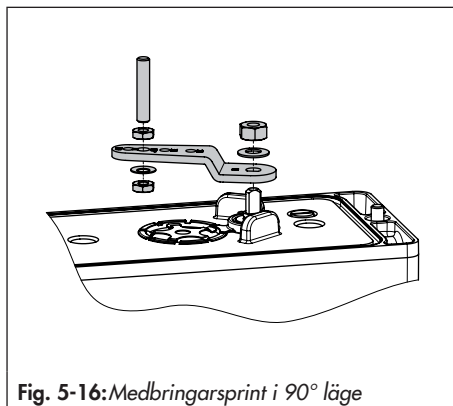

Fig. 5-16: Medbringarsprint i 90° läge
2. Fäst adapterblocket (1) på ställdonets NAMUR-gränssnitt med de fyra fästskruvarna (2).
3. Montera mebringarhjulet (3) på ställdonets axel. Använd den passande axeladaptern (se Tab. 5-9 på sidan 5-43).
4. Placera adapterfästet (4) på adapterblocket (1) och fäst det med fästskruvarna (5).
5. Sätt in och fäst medbringarsprinten i 90° läge på lägesställarens spak (se Fig. 5-16). Använd endast den längre medbringarsprinten som ingår i monteringssetsen.
6. Rikta in lägesställaren på adapterfästet (1) så att medbringarsprinten kopplar i ställdonets mebringarhjul (3).
7. Fäst lägesställaren på adapterfästet (4) med fästskruvarna (6).
2. Fäst adapterblocket (1) på ställdonets NAMUR-gränssnitt med de fyra fästskruvarna (2). Se till att tätningarna sitter fast ordentligt.
3. Montera mebringarhjulet (3) på ställdonets axel. Använd den passande adaptern (se Tab. 5-9 på sidan 5-43).
4. Placera adapterfästet (4) på adapterblocket (1) och fäst det med fästskruvarna (5). Se till att tätningarna sitter fast ordentligt.
5. Sätt in och fäst medbringarsprinten i 90° läge på lägesställarens spak (se Fig. 5-16 på sidan 5-20).
8. Montera den reverserande förstärkaren typ 3710 (7) tillsammans med de två styrbussningarna (8) och ändplattan (9) på adapterfästet med respektive fästskruvar (10). Se till att tätningarna sitter fast ordentligt.